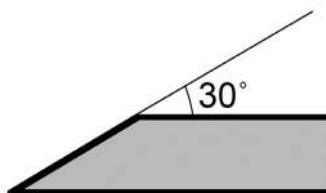

Рис. 31 Угол заточки ножа
1. Поместите край лезвия ножа под углом 30° для заточки (Рис. 31). Заточите кромку лезвия шлифовальным кругом.